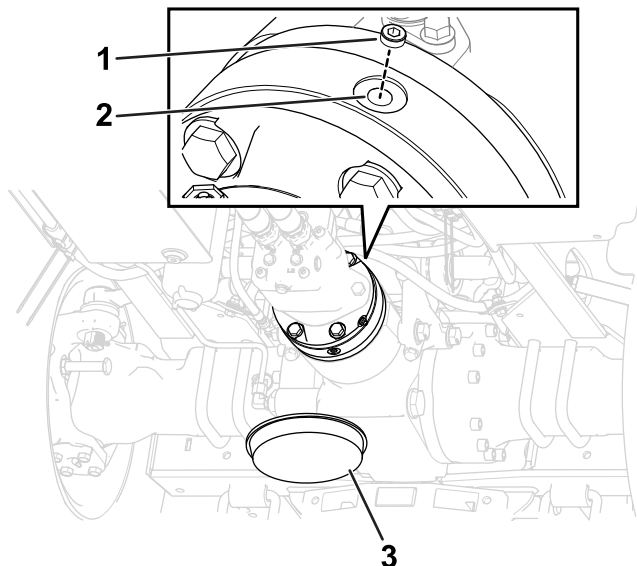

Рисунок 104
5. Снимите пробку заливного отверстия в верхней части корпуса тормоза (Рисунок 104).